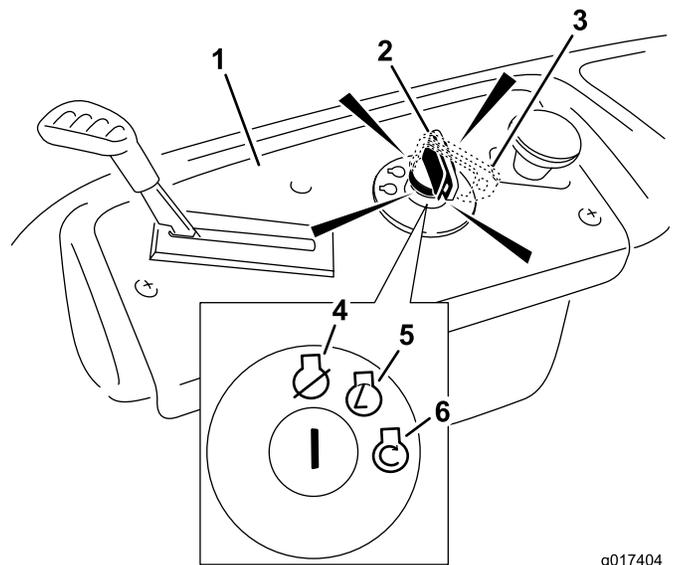

Figure 13
4. Tournez la clé de contact en position de démarrage pour activer le démarreur. Relâchez la clé quand le moteur démarre (Figure 13).
2. Placez la manette d'accélérateur en position de régime maximum (Figure 13).